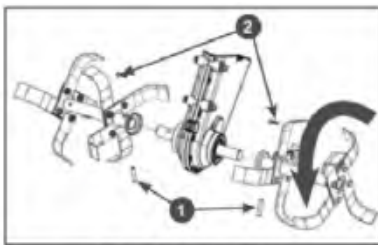

Рис. 8 Установка фрез
- Установите собранные фрезы на выходной вал коробки передач, закрепите их пальцами 1 и шплинтами 2 (Рис. 8).